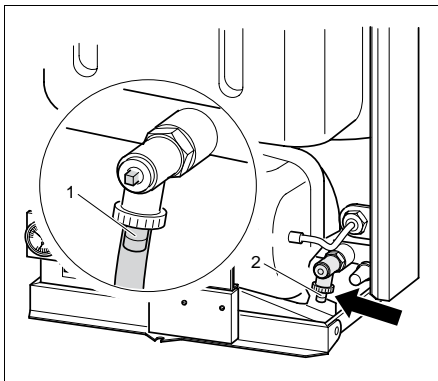

Abb. 6 Heizungsanlage füllen (dargestellt am GB112-11)
3. Schrauben Sie die Verschlusskappe am Füll- und Entleerhahn ab und die Schlauchtülle an dieser Stelle auf (Abb. 6).
4. Stecken Sie den mit Leitungswasser gefüllten Schlauch auf den Füll- und Entleerhahn auf (Abb. 6).